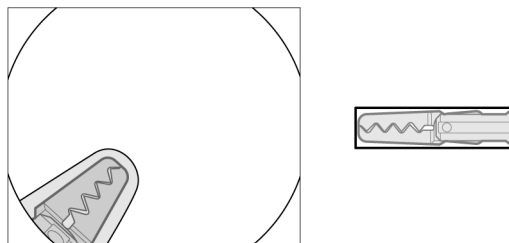

図4
- 2) 送水コネクタを操作して、先端部をシース内に収納する。(図 4)